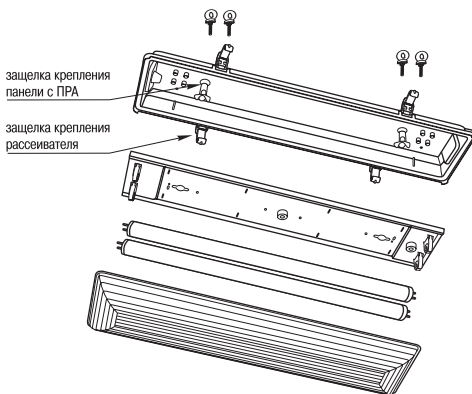

Рисунок 9
– выньте из корпуса светильника внутреннюю панель с ПРА и стартером, предварительно повернув защелку крепления на  $90^\circ$  (рисунок 9);